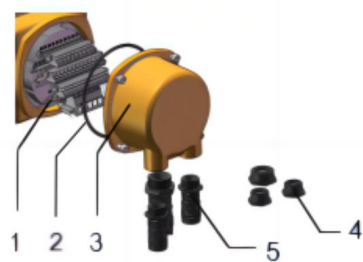
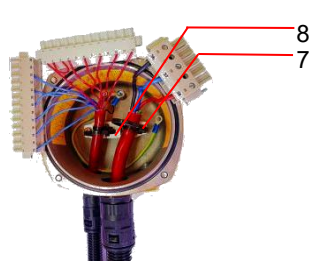

图 9
图 10
- 电缆引入装置图 9（5）由使用单位自行提供。
- a. 图 9、图 10 为电缆连接的示意图；接线盒盖内扎带 7 为活扣扎带。